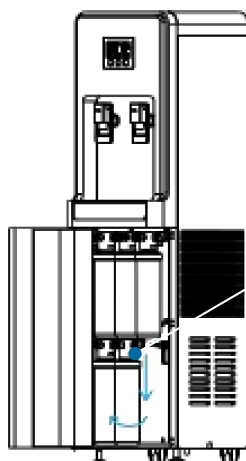

图 4 · 按滤芯上的箭头方向旋转并滑出滤芯
3. 按滤芯上的箭头方向逆时针旋转滤芯并向下拉出（图 4）。
10. 打开右侧前门，按滤芯上的箭头方向逆时针旋转并向下拉出，逐个取下滤芯（图 4）。请注意滤芯内充满水。取下滤芯后关闭前面板，少量漏水属正常现象。